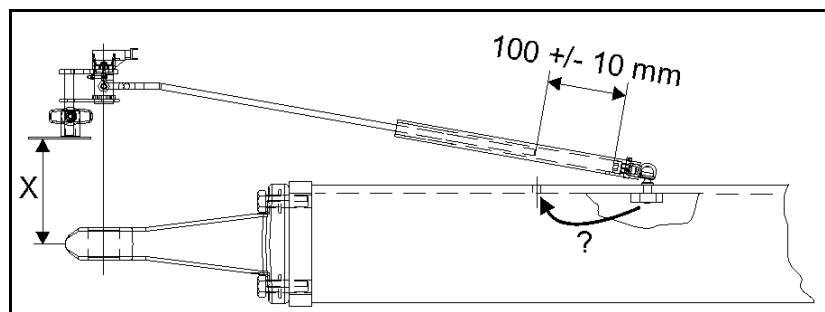

Bild 104
- Avståndet mellan kopplingspunkten och vinkelgivaren (Bild 104/ X) bör vara så litet som möjligt (särskilt vid dragstäng för hitchkrok).